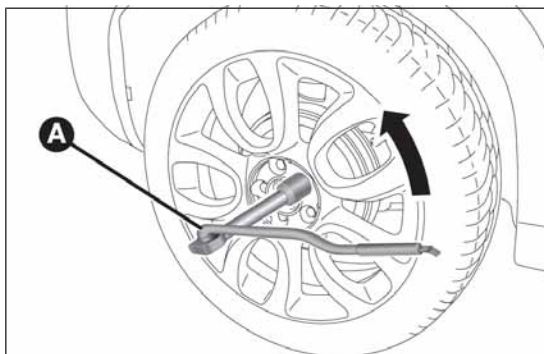

fig. 156
- prendere la chiave A fig. 156 ed allentare di circa un giro le colonnette di fissaggio. Per le versioni dotate di cerchi in lega, scuotere la vettura per facilitare il distacco del cerchio dal mozzo della ruota;
- ☐ inserire la chiave A fig. 156 sul cric in modo da distenderlo, sin quando la parte superiore B si inserisce correttamente sul longerone C (in corrispondenza del segno ∇ riportato sul longerone stesso);
- ☐ prendere la chiave A fig. 156 ed avvitare a fondo le colonnette di fissaggio;